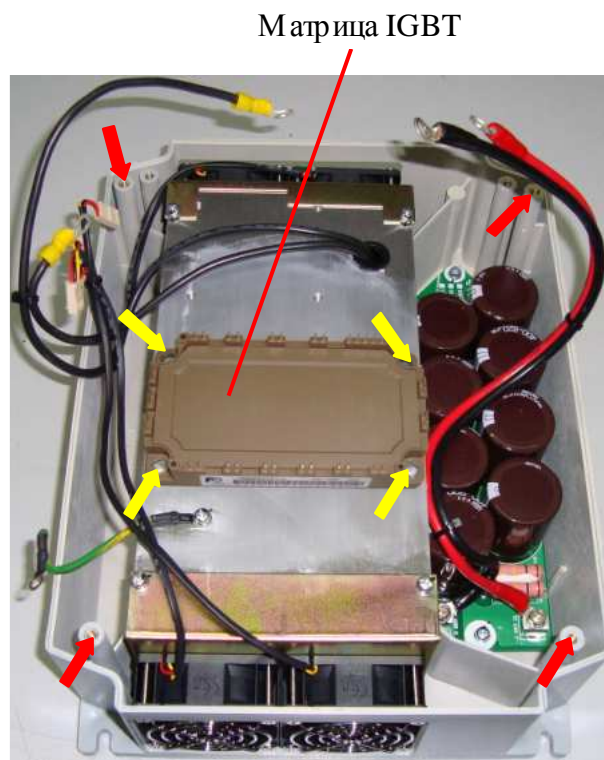
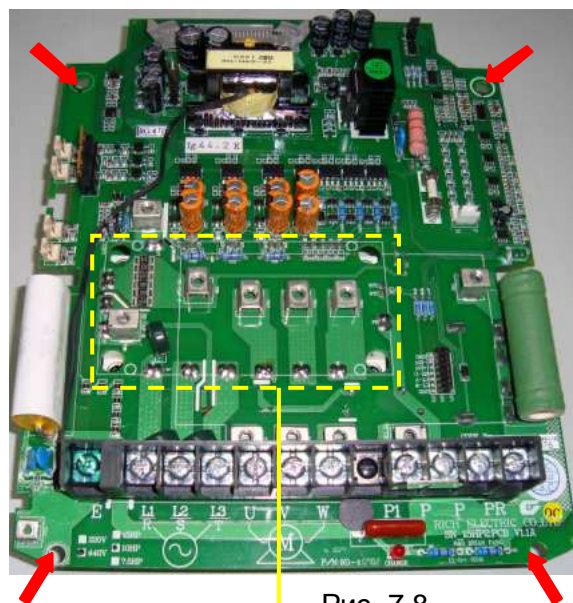

Рис. 7.7
Рис. 7.8
7.4.3. Установить матрицу над отверстиями радиатора, при этом контакты «1» ... «6» матрицы должны быть обращены в сторону нижней панели вентиляторов. Слегка притереть матрицу и вкрутить четыре винта для предварительного крепления матрицы IGBT (рис. 7.7, желтые стрелки).
7.4.4. Взять плату драйверов и установить ее в основание корпуса, совместив отверстия платы с выводами матрицы IGBT, а крепежные отверстия (рис. 7.8, красные стрелки) – с соответствующими отверстиями корпуса (рис. 7.7, красные стрелки).